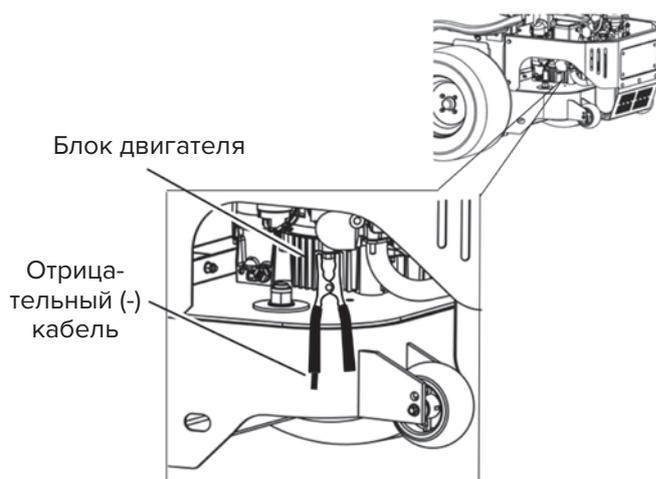

Рис. 20
6. **ВЫПОЛНИТЕ ЗАКЛЮЧИТЕЛЬНОЕ ПОДСОЕДИНЕНИЕ НА БЛОКЕ ДВИГАТЕЛЯ ОСТАНОВЛЕННОЙ МАШИНЫ (НЕ К ОТРИЦАТЕЛЬНОМУ ЗАЖИМУ), НЕ НА АККУМУЛЯТОРЕ. ОТОЙДИТЕ (см. рис. 20).**